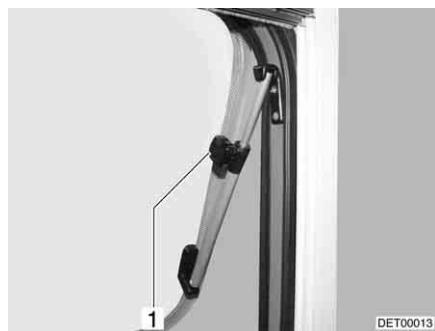

Fig. 70 Janela de projetar com defletor rotativo
- Abra a janela de projetar até à posição pretendida, fixando-a com o botão serrilhado (Fig. 70,1).
- Gire o botão serrilhado (Fig. 70,1), até o fixador ficar livre.